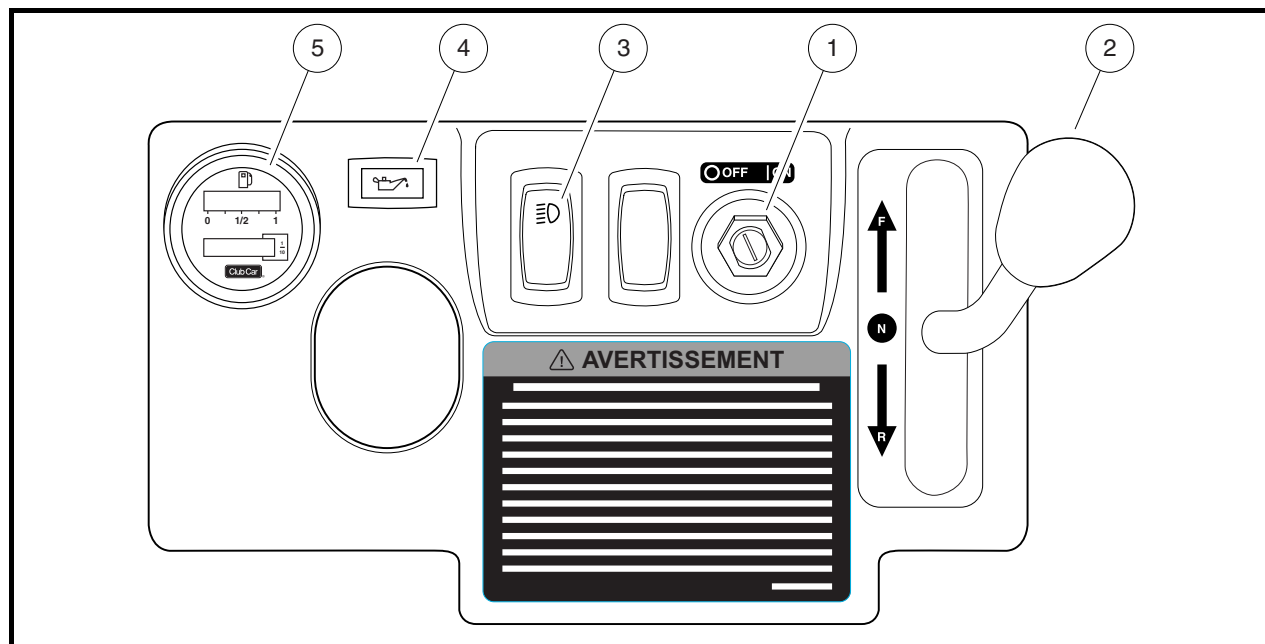
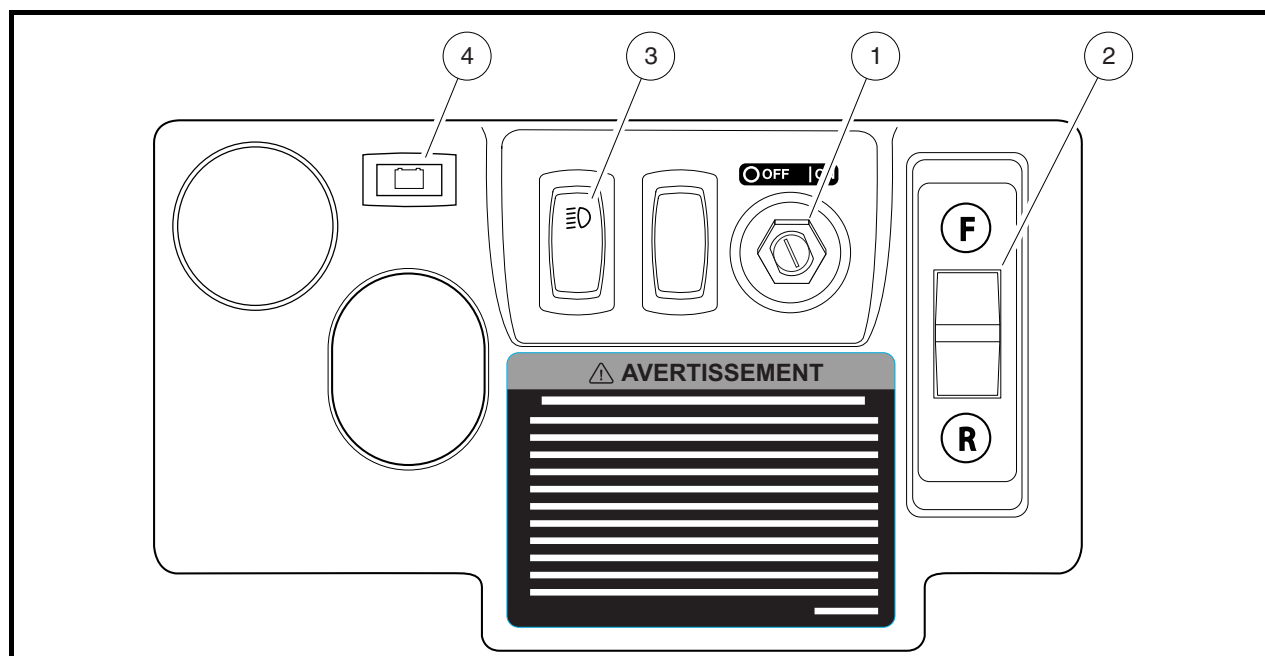

Figure 12 Tableau de bord – véhicules à essence sauf DS Villager 4
Figure 13 Tableau de bord – véhicules électriques sauf DS Villager 4
Le contacteur à clé (1) se trouve sur le tableau de bord à droite de la colonne de direction (**Figure 12 ou Figure 13**).
Le levier de marche avant/marche arrière (2) se trouve à la droite du tableau de bord (**Figure 12**). Le levier a trois positions distinctes : **F** (MARCHE AVANT), **N** (POINT MORT) et **R** (MARCHE ARRIÈRE). Tirer la poignée vers le haut pour avancer ou tirer la poignée vers le bas pour reculer. En marche arrière, la vitesse des véhicules Club Car est réduite. L'alarme sonore de marche arrière retentit lorsque le levier de marche avant/marche arrière est en position MARCHE ARRIÈRE (R).
- **Véhicule à démarreur à pédale** : Le moteur ne tournera pas avec le levier en position POINT MORT (N).
- **Véhicule à démarreur à clé** : Le moteur tourne au ralenti lorsqu'il est en position POINT MORT (N). **Voir REMARQUE ci-dessous.**
Le commutateur à bascule de marche avant/marche arrière (2) se trouve à la droite du tableau de bord (**Figure 13**). Les positions **F** (MARCHE AVANT) et **R** (MARCHE ARRIÈRE) sont clairement marquées. Appuyer sur le côté MARCHE AVANT (F) du commutateur pour avancer ou sur le côté MARCHE ARRIÈRE (R) pour reculer. Lorsque le commutateur à bascule est en position POINT MORT (N) (c'est-à-dire lorsque ni l'un, ni l'autre de ses côtés n'est enfoncé), le véhicule ne se met pas en mouvement quand la pédale d'accélérateur est enfoncée. L'alarme sonore de marche arrière retentit lorsque le commutateur de marche avant/marche arrière est en position MARCHE ARRIÈRE (R).
L'interrupteur des phares (3) se trouve sur le tableau de bord à droite de la colonne de direction (**Figure 12 ou Figure 13, page 27**). Appuyer sur le côté marqué du symbole des phares sur l'interrupteur pour allumer les phares ou sur l'autre côté pour les éteindre.
Les véhicules électriques sont équipés d'un témoin d'avertissement (4) monté sur le tableau de bord (au-dessus de la colonne de direction) qui indique, lorsque le véhicule est en fonctionnement, une faible tension de la batterie ou, lorsque le véhicule est en cours de charge, un problème de charge **Figure 13, page 27**. Le témoin d'avertissement de batterie est contrôlé par l'ordinateur de bord.
Le véhicule est équipé d'un témoin de bas niveau d'huile (4), situé sur le tableau de bord juste au-dessus de la colonne de direction (**Figure 12, page 27**). Si le témoin s'allume, vérifier le niveau d'huile et, le cas échéant, faire l'appoint avant de continuer à utiliser le véhicule. Le véhicule ne doit jamais être conduit si le témoin de bas niveau d'huile reste allumé. Si le témoin d'avertissement s'allume et s'éteint, le véhicule peut être utilisé, mais de l'huile doit être ajoutée dès que possible. Si le niveau d'huile est correct et que le témoin reste allumé, faire inspecter le véhicule par un technicien qualifié.
Le véhicule est équipé d'un ensemble jauge de carburant/compteur horaire (5), situé sur le tableau de bord **Figure 12, page 27**. La jauge de carburant permet au conducteur de connaître la quantité de carburant se trouvant dans le réservoir. Le compteur horaire doit être utilisé par un technicien qualifié pour déterminer le temps d'utilisation du véhicule et le moment où les entretiens périodiques doivent être effectués. **Consulter Programmes d'entretien périodique à la page 45.**